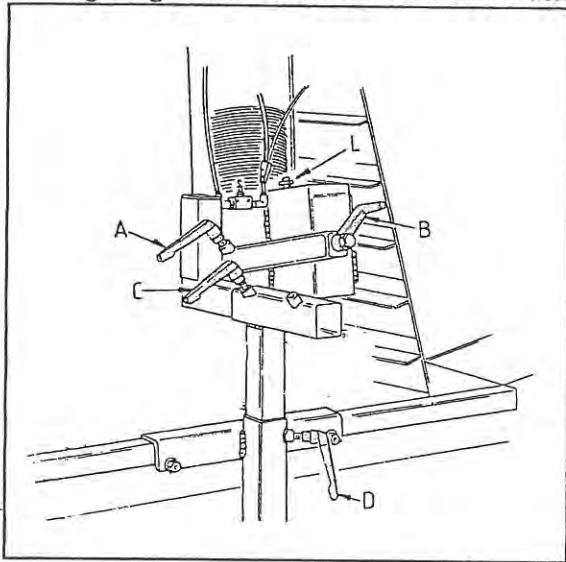
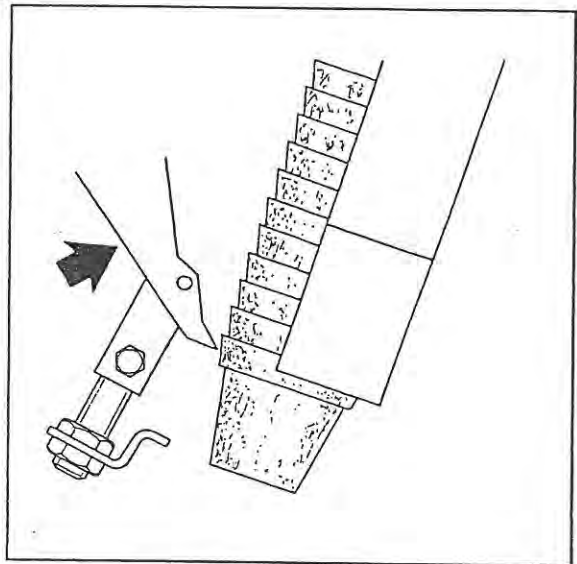

Fig.8f
Fig.8g
1. Machine inschakelen en weer stoppen op het moment dat de boor in de onderste stand staat. Knevel A (Fig.8f) losdraaien en met slinger B de diameter verstellen. Wanneer de klemmer (Fig.8g) tegen de pottenrij komt geeft men de slinger nog een extra omwenteling zodat de rij goed geklemd wordt. Hierna knevel vastzetten.
4. Potautomaat boven de pothouder centreren nadat knevel C is losgenomen. (Fig.8f)
- Controleer de palhoogte. In de ruststand, wanneer de kabel ontspannen is, moet de afdrukpal op gelijke hoogte komen met de onderzijde van de klemmer. Eventueel corrigeren met bout L (Fig.8f) op de bovenzijde van de kast.